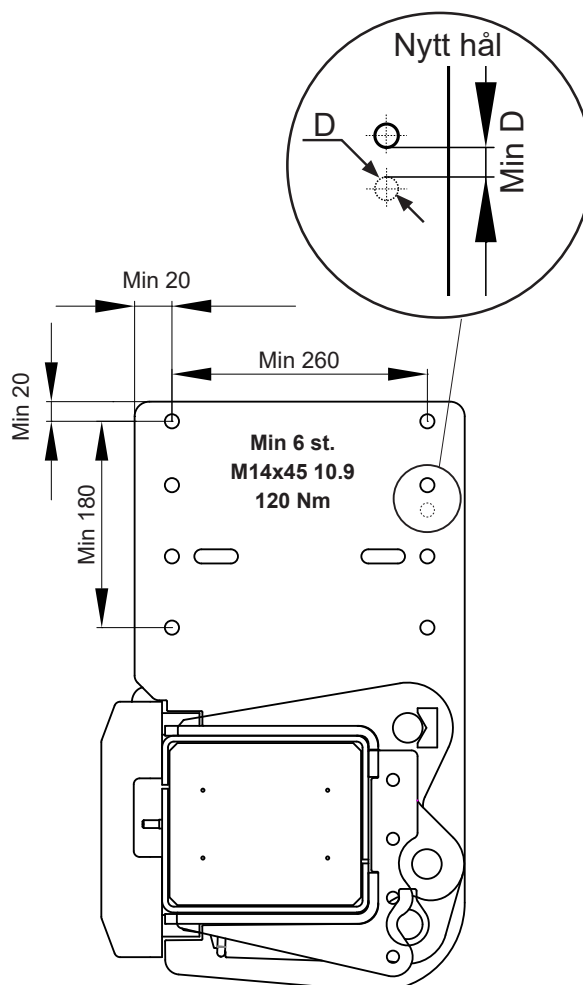

Bild 18. Montera ramfästet med minst 6 skruvar M14x45 10.9
9. Montera först med en skruv i fästenas spårformade hål. Märk ut på fordonsramen mitt i fästenas spårformade hål och borra sedan hål $\varnothing 14$ mm. i ramen, se Bild 18.